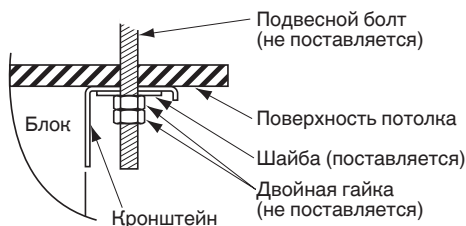

Рис. 3-14
- (6) Выполните подготовку для подвешивания внутреннего блока. Способ подвешивания зависит от того, является ли потолок подвесным, или нет. (Рис. 3-14 и 3-15)
- (7) Подвесьте внутренний блок следующим образом:
- а) Установите кронштейн на подвесной болт. Закрепите его на поверхности потолка. (Рис. 3-14~3-16)